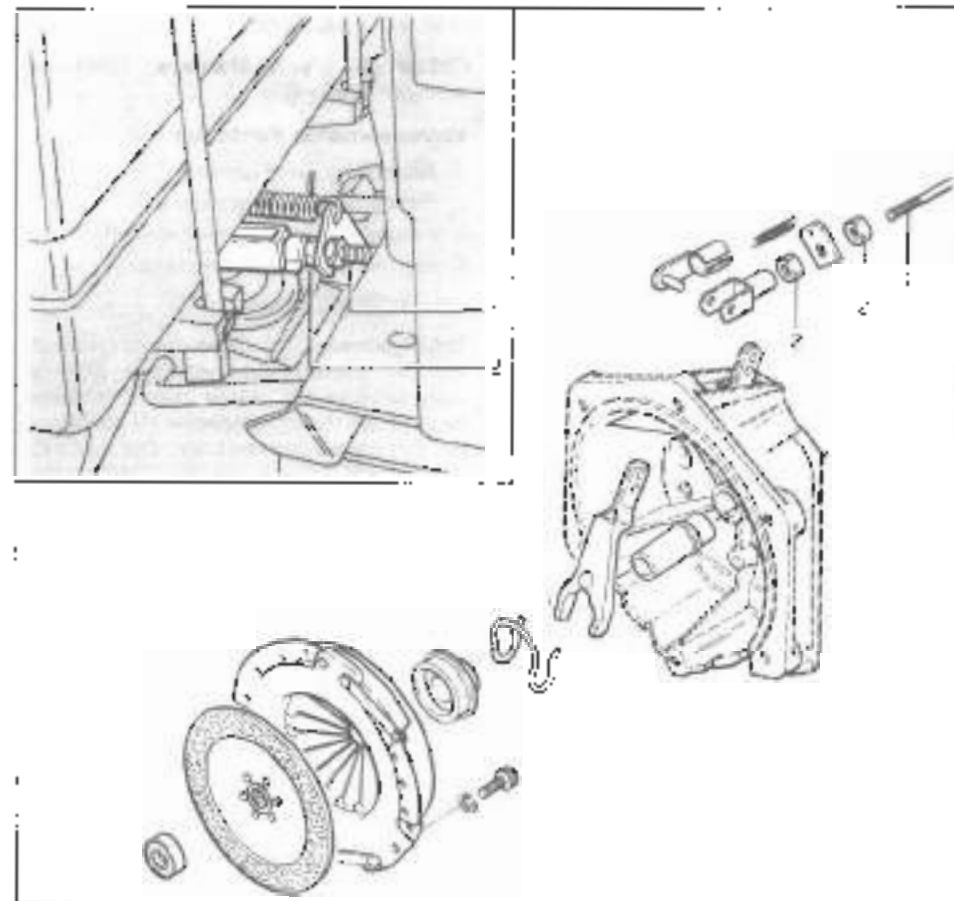

Fig. 18 - Clutch
- 2 Se la corsa a vuoto del pedale è insufficiente (slittamento della frizione) e non si può sinistramente, occorre regolare il comando di comando (1) (vedere la fig. 18).
- 3 Agire sul dado di regolazione (2) in modo che la corsa a vuoto del pedale sia di 15 mm.
2. If the idle stroke is insufficient (clutch slip-page) or excessive (disengagement is not complete) adjust the corresponding control rod (1) (see fig. 18). This can be done through set nut (2) until a 15 mm idle travel is achieved.
3. In the event the pedal adjustment does not suffice, have the clutch disassembled and inspected in a specialized workshop (see disassembly detail in fig. 18).
2. Si la course à vide de la pédale s'avère insuffisante (l'embrayage patine) ou excessive (débrayage incomplet) régler le tirant de commande (1) (voir fig. 18). Agir sur l'écrou de réglage (2), de sorte que la course à vide soit d'environ 15 mm.
3. Si la mise au point de la pédale ne donne pas les résultats voulus, s'adresser à un atelier spécialisé pour le démontage et le contrôle de l'embrayage (voir les détails du démontage en fig. 18).
2. Sollte der freie Pedalweg ungenügend (Rutschung der Kupplung) oder übermässig (unvollständige Ausschaltung) ausfallen, das Steuergestänge (1) (siehe Bild 18) durch Wirkung auf die Einstellmutter (2) so einstellen, dass der freie Pedalweg ca. 15 mm beträgt.
3. *Sollte die Pedaleinstellung nicht den Zweck erreichen, muss man die Kupplung demontieren und sie in einer Fachwerkstatt prüfen lassen (siehe Demontage Detail Bild 18).*